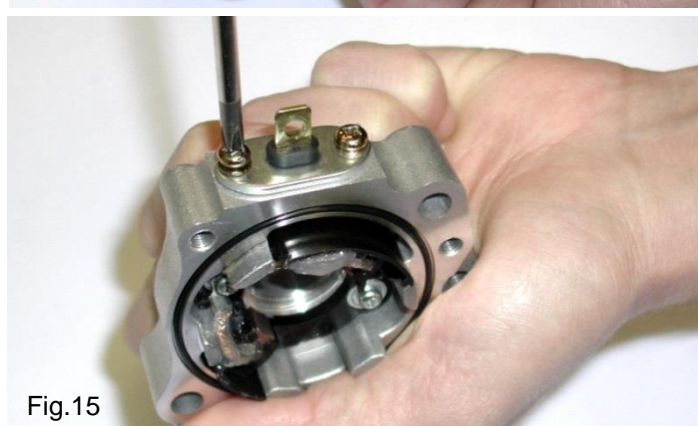

Fig.15
- RÉINSTALLER LA PLAQUE ET LA FIXER AVEC LES 2 VIS M4 (Voir fig. 15).